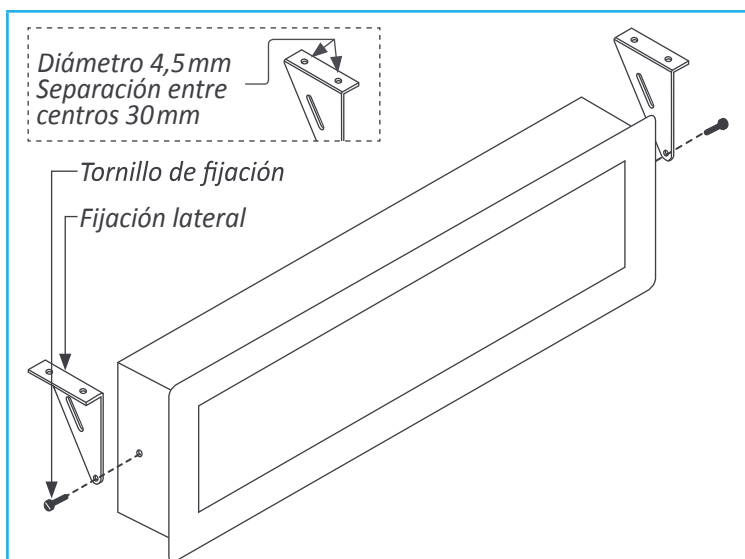

Figura 11 - Montaje para colgar
- Montaje para colgar. Montar las fijaciones laterales orientadas tal y como se indica en la figura (ver Figura 11). Cada fijación dispone de 2 agujeros de diámetro 4,5 mm y separación entre centros de 30 mm. Se puede colgar el instrumento utilizando cable, varilla roscada, ....